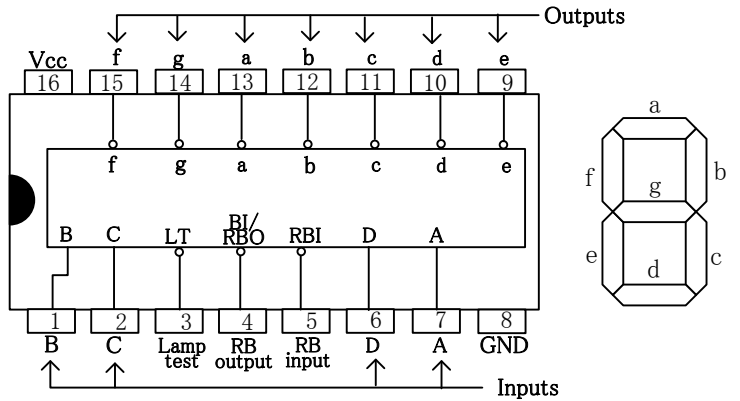
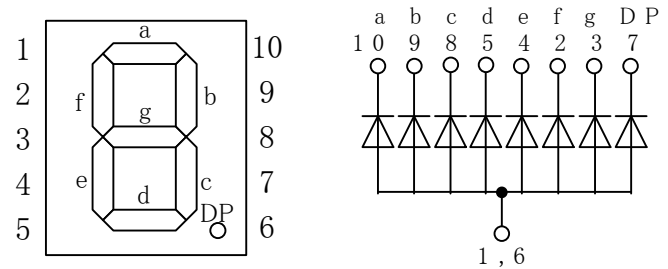

図6-7 7セグデコーダIC(7447)の回路図
図6-8 7セグ(GL9A040G)の回路図
- (1) 各ICの回路図は図6-6、図6-7を参考にする。7セグは図6-8を参考にする。